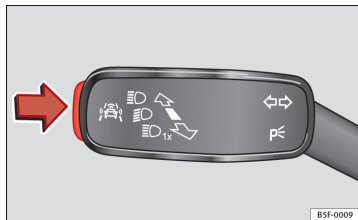

Fig. 42 Sur le levier des clignotants et des feux de route : touche des systèmes d'aide à la conduite.
- Appuyez brièvement sur la touche ⇒ fig. 42 dans le sens de la flèche pour ouvrir le menu **Assistants**.